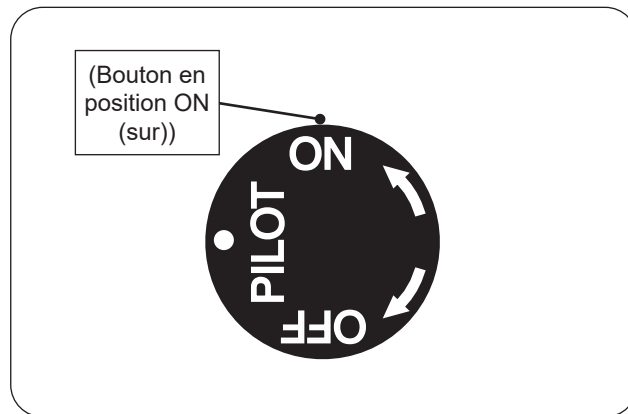

Fig. 62-1 Éclairage manuel
1. Assurez-vous que la veilleuse brûle. Tournez le bouton de commande dans le sens antihoraire ↻ ON (sur) pour allumer le brûleur (voir Fig. 62-1).